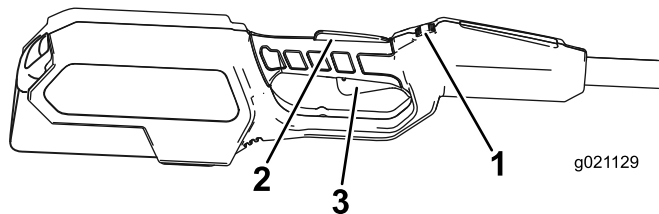

Bild 8
4. Drücken Sie den Sperrschalter und drücken Sie dann den Abzug, um den Rasentrimmer anzulassen (Bild 8).
Lassen Sie den Abzug los, um den Rasentrimmer zu stoppen (Bild 8).